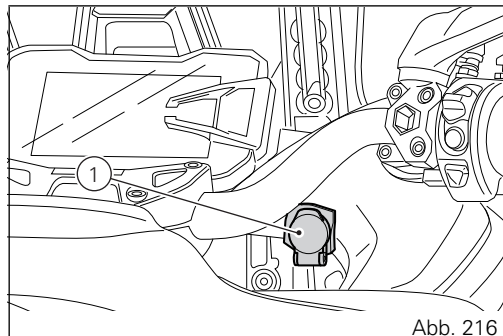

Abb. 216
- Stromanschluss (1, Abb. 216)